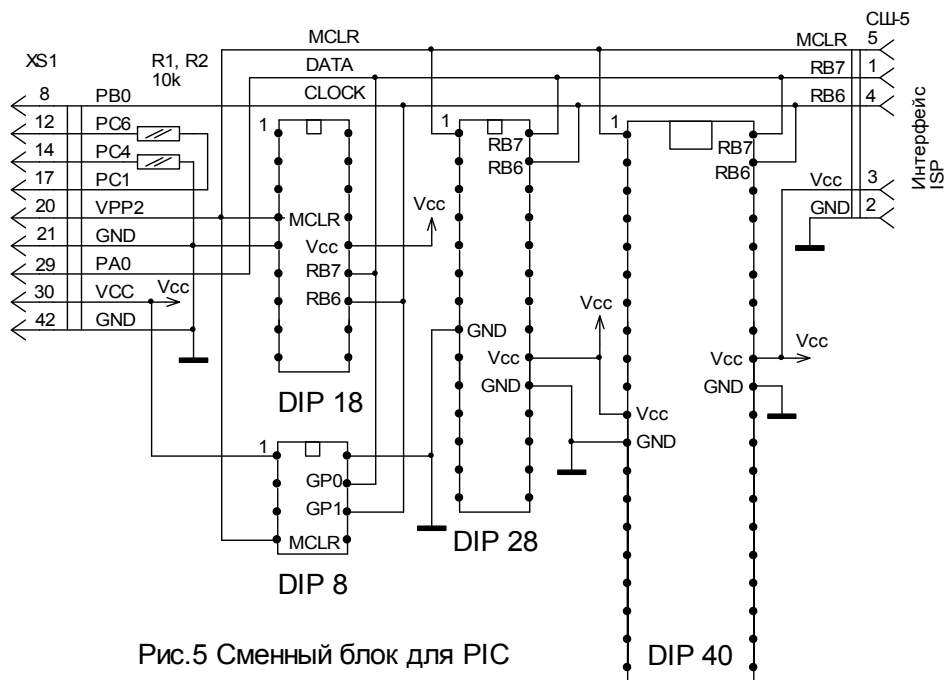

Рис.5 Сменный блок для PIC
- PIC (рис. 5). Программируются FLASH микроконтроллеры PIC12Fxxx, PIC16Fxxx, PIC18Fxxx, а так же с УФ стиранием и однократно программируемые (PIC12С5xx, PIC16Сxxx и др). Возможно внутрисхемное программирование с запуском записанной программы на выполнение.